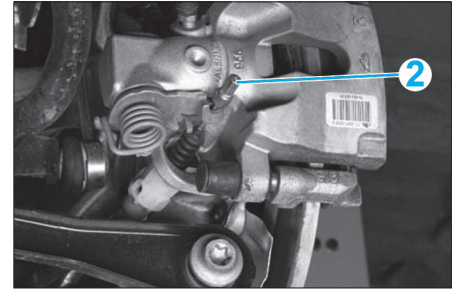

Fig. 24
- Désaccoupler le câble de frein de stationnement (2) de l'étrier de frein (Fig.24).